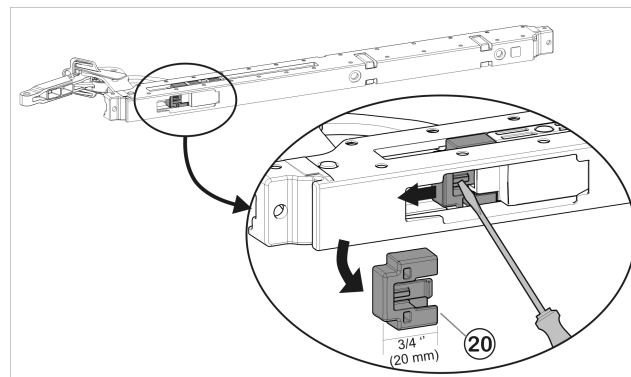

Fig. 56
- Retirar el limitador de apertura (110°) *Fig. 56 (20)* en el amortiguador de cierre: presione hacia abajo el enganche con el destornillador y retire el limitador de apertura *Fig. 56 (20)*.